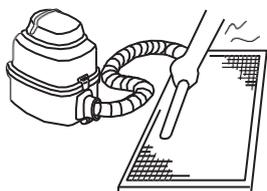

Fig. 1
- Lorsque vous utilisez un aspirateur, le côté de l'entrée d'air doit être orienté vers le haut (voir Fig. 1).